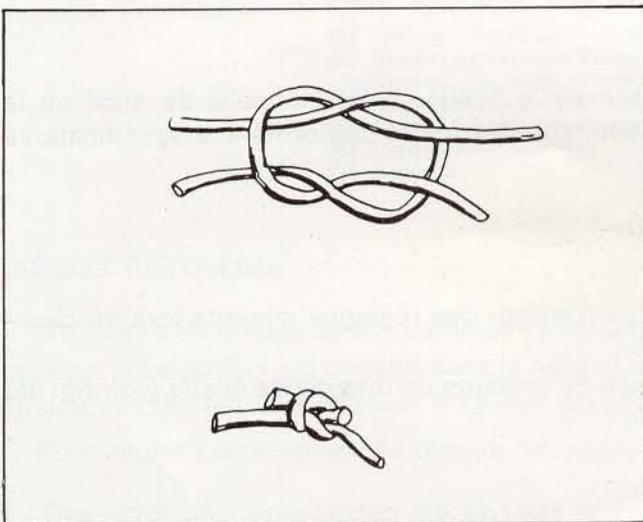

Fig. 36. — Epissure sur ficelle plastique.
- 2 - Raccorder l'extrémité intérieure de la première pelote à l'extrémité extérieure de la seconde pelote comme l'illustrent les figures 36 et 37.
Les ficelles en plastique sont raccordées par un nœud plat comme le représente la figure 36. Serrer le nœud et couper l'excès de ficelle.